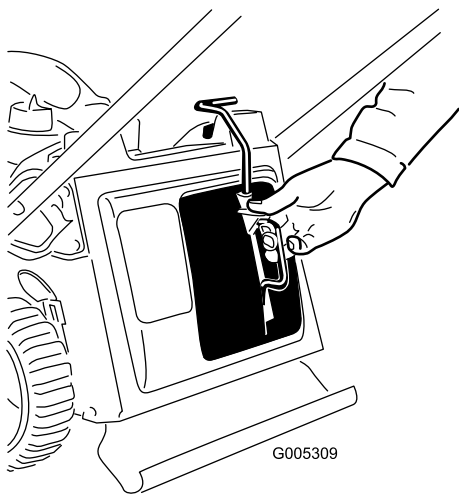

Figure 21
1. Enlevez l'obturateur de mulching (Figure 21).